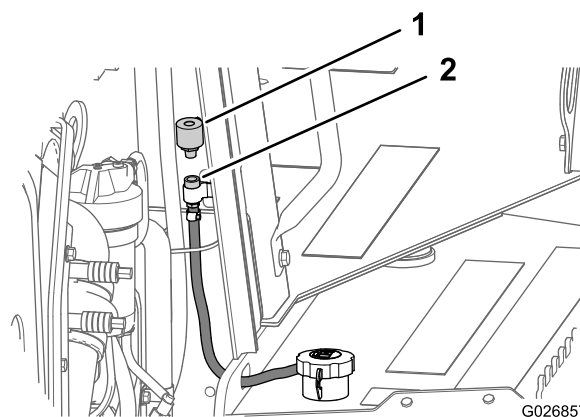

Figura 73
2. En el lado delantero del compartimiento del motor, retire el respiradero del acoplamiento de tubo girando el respiradero en sentido antihorario (Figura 73).
3. Instale un respiradero nuevo en el acoplamiento del tubo y apriételo a mano solamente (Figura 73).